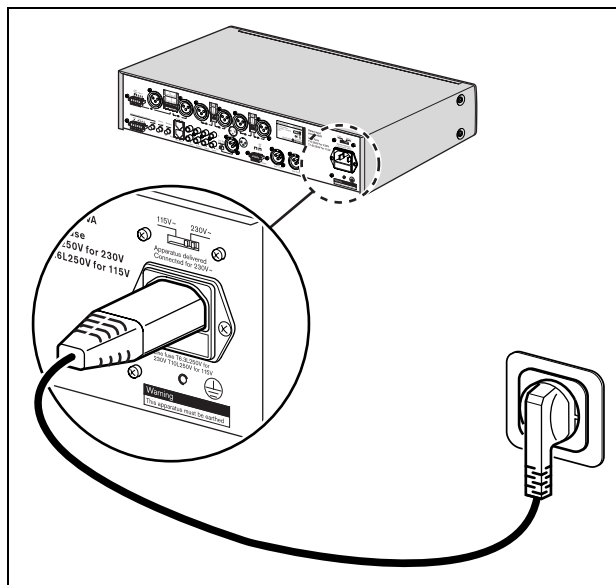

figura 5.1: Selector de tensão
- 1 Certifique-se de que o selector de tensão (115V/ 230V) está correctamente regulado para a corrente utilizada no país (consulte a figura 5.1).